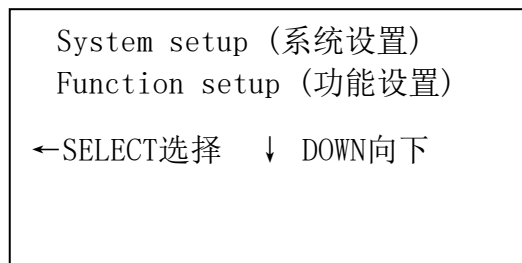

图 20
b. 按 **←**键进入进入主菜单, 如下 (如图 20),
- 按 ← 键进入进入主菜单，如图 20。
- 按←键进入进入主菜单，如图 20。
- b. 按 ←键进入进入主菜单，如图 20。